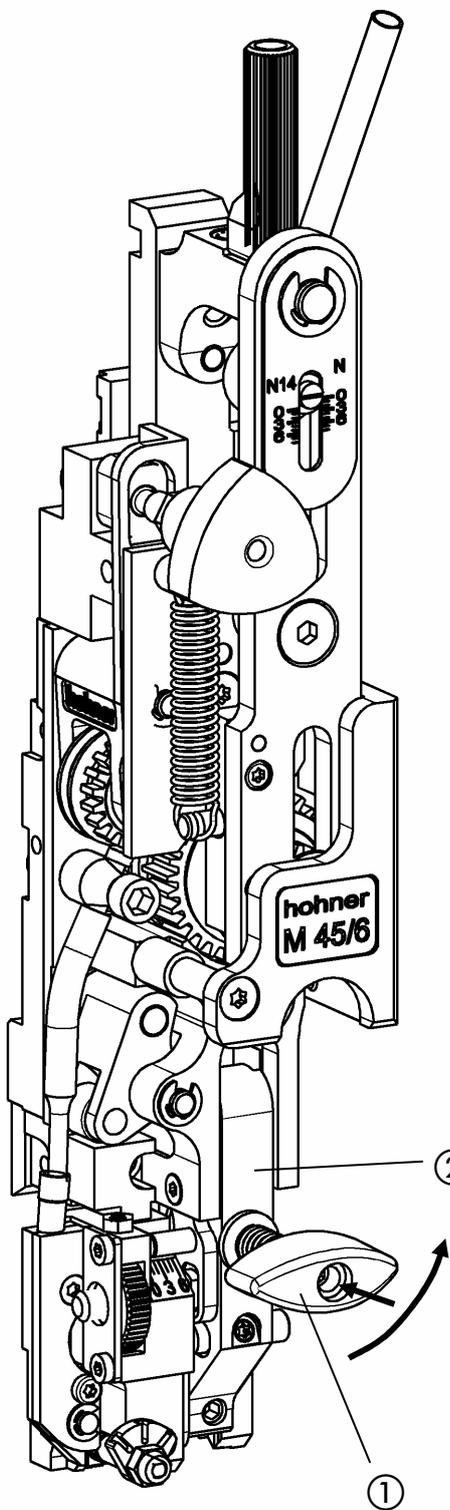
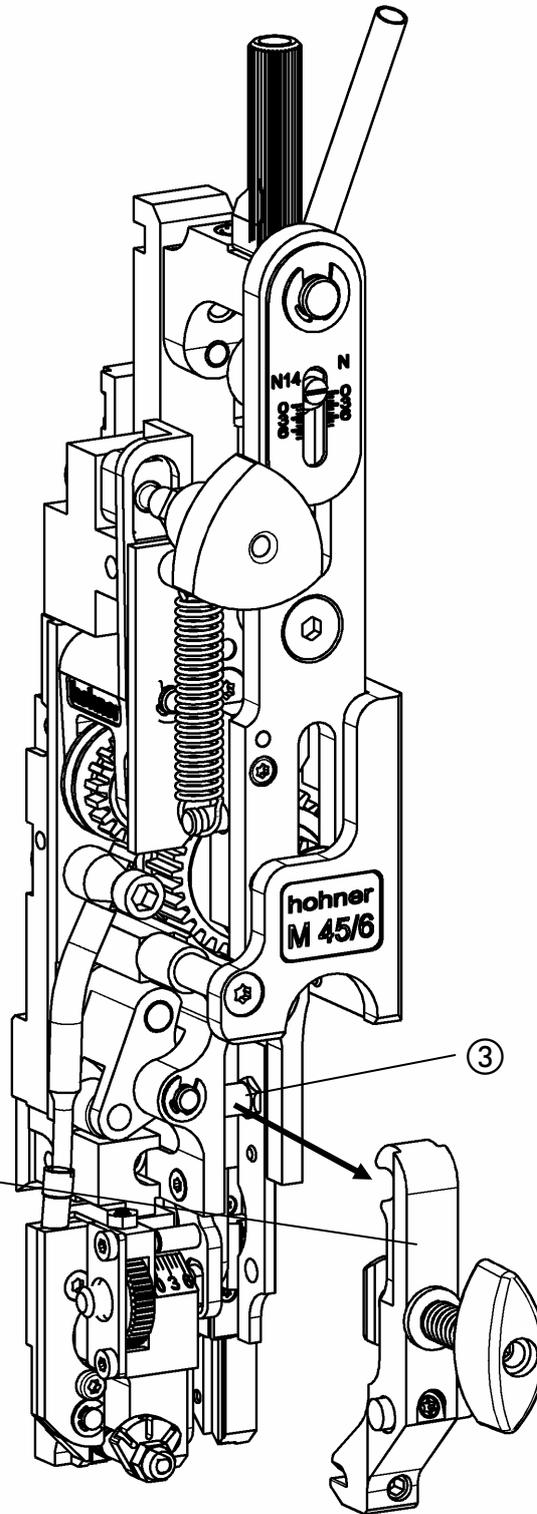

Abb. 19
Abb. 20
- Abb. 19, Abb. 20 -
- Spanngriff ① leicht eindrücken und um 90°drehen. Former ② nach vorne herausnehmen.